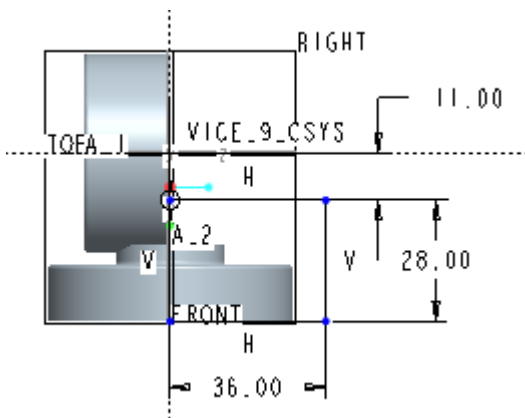

図 6-42 削除部分の範囲指定
- ・図 6-42 のように台座の削除部分である右半分を、スケッチャーツールバーの「四角形」 を用いて囲む。